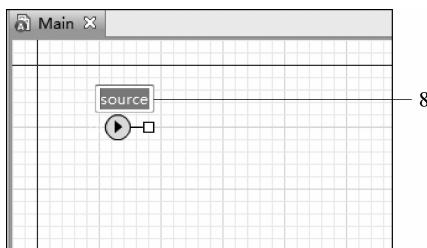

图 3-7 更改对象名称
(8) 把对象拖曳至图形化编辑器后,对象的名称已经自动选中,如图 3-7 所示。输入该对象的新名称 sourceBodies。